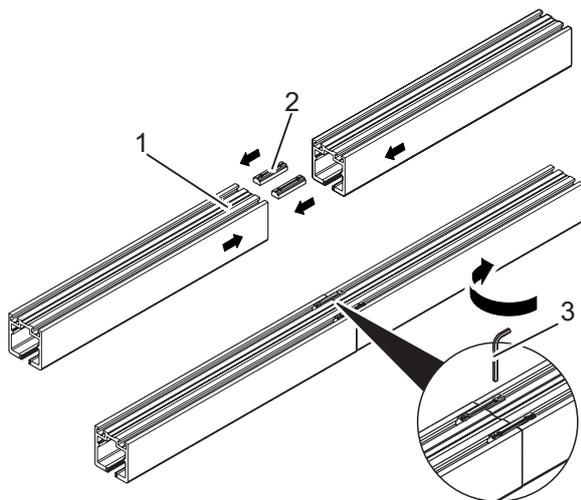

Fig. 7: Pose des rails de roulement
3. Relier les rails de roulement sur le sol (Fig. 7/1) avec les éclisses (Fig. 7/2).
4. Serrer les vis de serrage des éclisses avec une clé pour vis à six pans creux de 3 mm (Fig. 7/3).